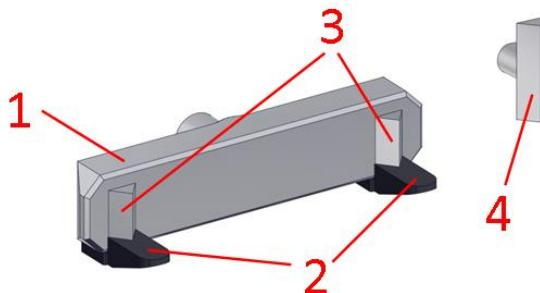
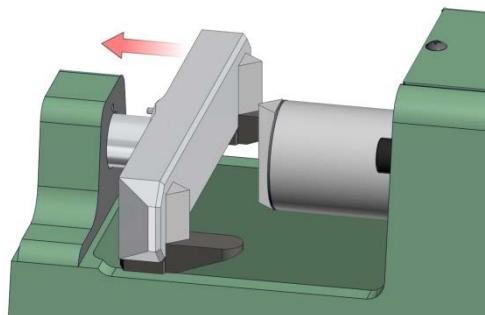

Abbildung 5.4.1
Abbildung 5.4.2
1. Montieren Sie die beiden Komponenten des Querfestigkeitszubehörs, indem Sie zunächst jeden der Stifte, die sich auf der Rückseite der Klemmen befinden, mit den Löchern auf den Fuß und dem Hydraulikkolben der Universalsandfestigkeitsmaschine ausrichten. Schieben Sie dann vorsichtig die Testträgerklemme (Pos. S1, Abbildung 5.4.1) und den Druckkeil (Pos. 4, Abbildung 5.4.1) jeweils auf den Fuß und den Hydraulikkolben. Siehe nachfolgende Abbildung 5.4.2. bezüglich der Installation
3. Legen Sie eine vorbereitete Quersandprobe auf die beiden Probenträger (Pos. 2, Abbildung 5.4.1), die sich am Boden der Testträgerklemme befinden. Positionieren Sie die Sandprobe so, dass sie mittig auf der Trägerklemme liegt und mit den beiden Stützkeilen in Kontakt ist (Pos. 3, Abbildung 5.4.1). Stellen Sie jedoch sicher, dass noch keine Belastung auf die Sandproben von diesen Komponenten aus ausgeübt wird. Der Motorstartschalter (Pos. 4, Abbildung 7.4) kann nun nach links oder rechts geschaltet werden, um den Hydraulikkolben in die gewünschte Position zu bringen.